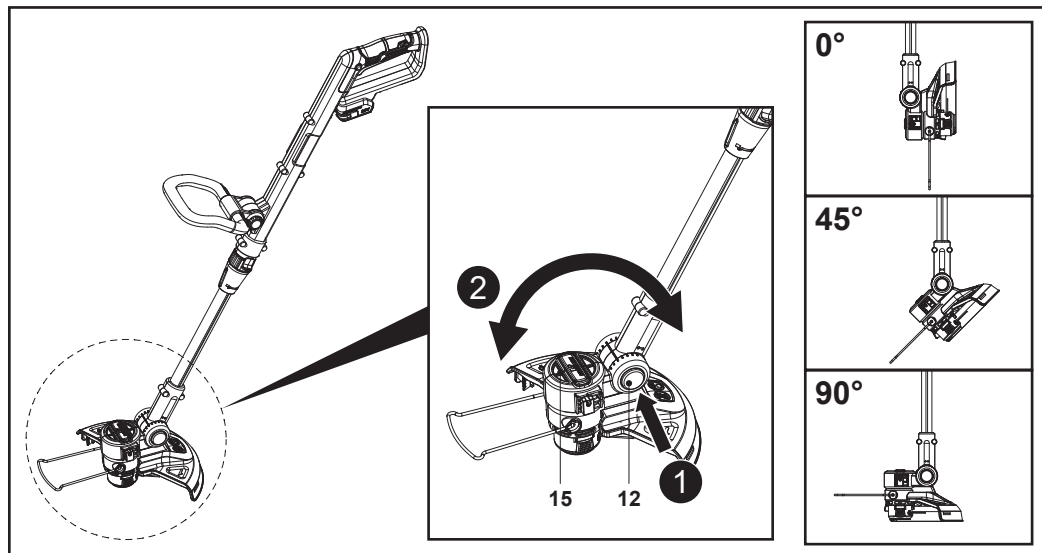

Rys. 6
**UWAGA:** Górną część wsiężnika (5) można ustawić w 2 pozycjach (0°–90° w prawo).
1. Wcisnąć blokadę regulacji kąta (8) (rys. 6).
2. Obrócić górną część wsiężnika (5) o 90° (rys. 6).
3. Zwolnić blokadę regulacji kąta (8).
4. Upewnić się, że górna część wsiężnika (5) jest zablokowana w odpowiednim miejscu.